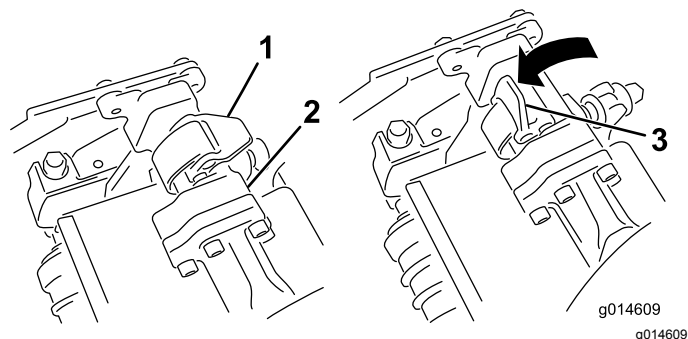

Figura 46
4. Chiudete i fermi spostandoli verso il basso e attorno alla barra dell'apparato di taglio, quindi bloccateli in posizione (Figura 46).
- Aprirete i fermi sulla barra del braccio di sospensione dell'apparato di taglio che state rimuovendo (Figura 46).